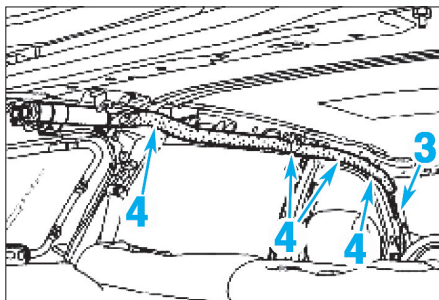

FIG. 7
- Déposer le pion (3) (Fig.7).
- Déclipper les agrafes (4).